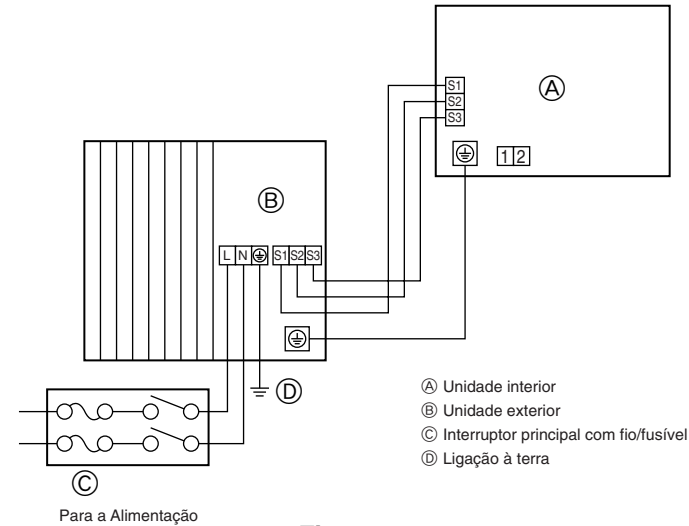
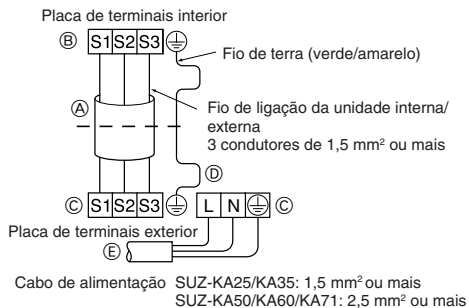
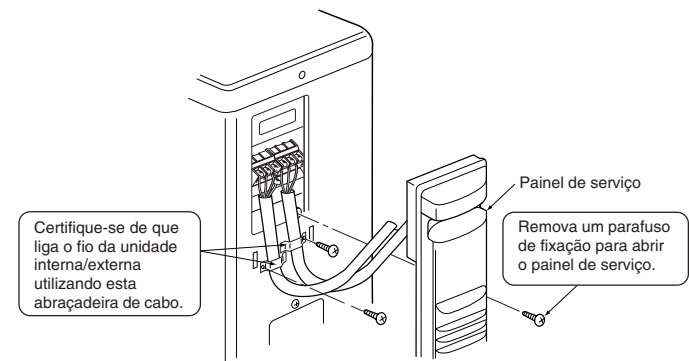
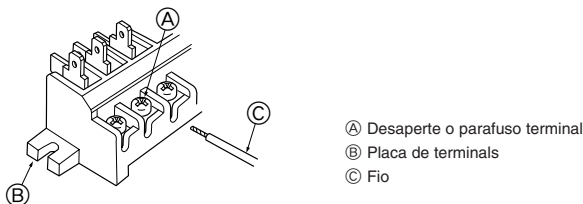

Fig. 6-1
Fig. 6-2
Fig. 6-3
Fig. 6-4
6.1. Unidade exterior (Fig. 6-1, Fig. 6-2, Fig. 6-3, Fig. 6-4)
- ① Retire o painel de serviço.
- ② Ligue os cabos referentes à Fig. 6-1, Fig. 6-2, Fig. 6-3 e Fig. 6-4.
- Faça as ligações tal como demonstrado no diagrama, na parte inferior esquerda. (Obtenha o cabo a nível local) (Fig. 6-2)
- ① Cabo de ligação
- ② Placa de terminais interior
- ③ Placa de terminais exterior
- ④ Instale sempre um fio de terra que seja mais comprido do que os outros cabos.
- ⑤ Cabo de alimentação
- Seja prudente para não trocar a cablagem. (Fig. 6-4)